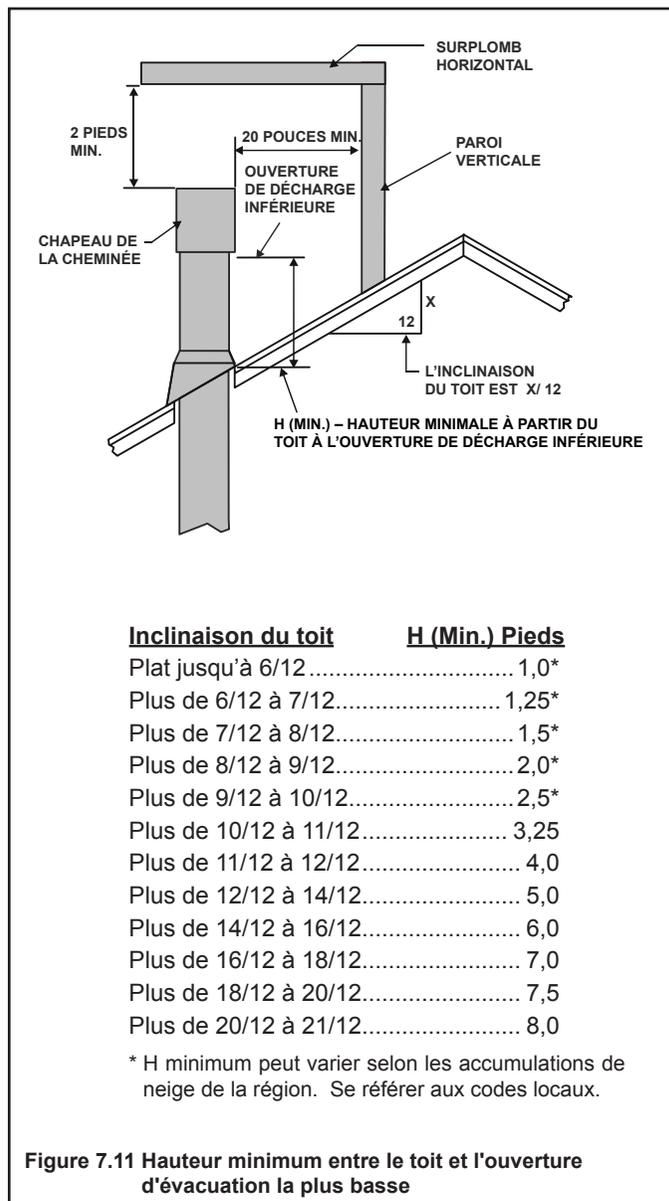

Figure 7.11 Hauteur minimum entre le toit et l'ouverture d'évacuation la plus basse
- Consultez les exigences minimales de hauteur pour déterminer la longueur du conduit d'évacuation pour différentes inclinaisons du toit (figure 7.11).